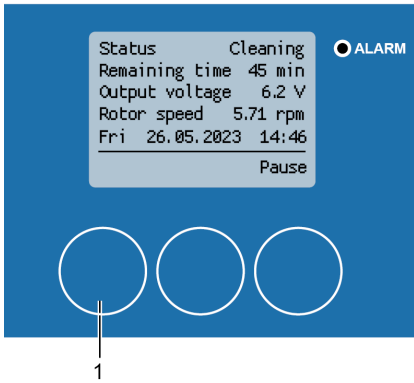

Abbildung 166: Abbruch des Reinigungsprozesses
1. Drücken Sie [Abbruch] (Abbildung 166/1), um den Reinigungsprozess abzubrechen.